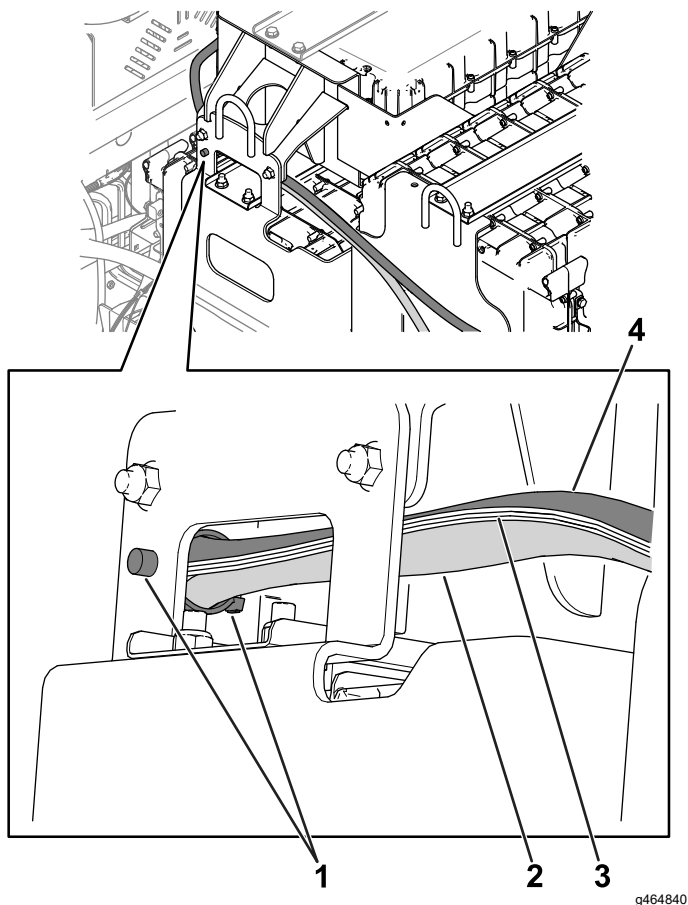

Figura 10
6. Utilize um fixador de pressão para fixar a cablagem da bateria e a cablagem da interface de dados ao tabuleiro da bateria (Figura 10).